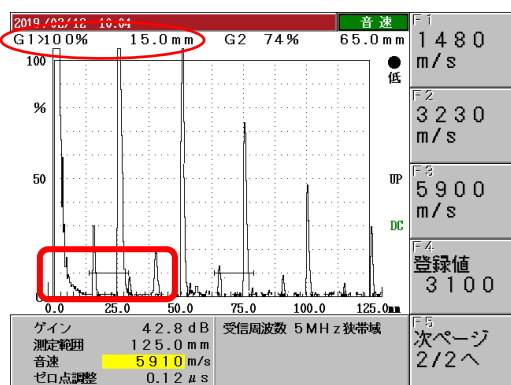
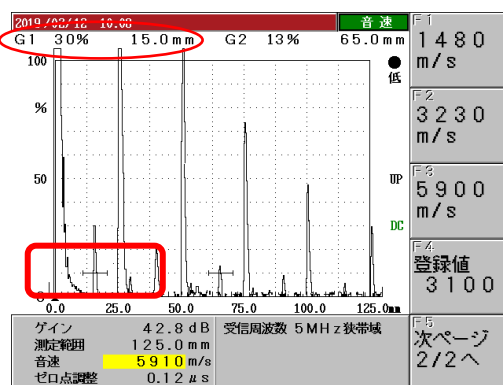

図 14 不適切なゲートの掛け方
図 15 適切なゲートの掛け方
- ② 図 14 では、1 回目のきずエコーと底面エコーの両方がゲートに掛かっているため、○で囲んだように、きずエコーのビーム路程は 15.0mm を表示し、エコー高さは底面エコーの値『>100%』を表示している。
- ③ ビーム路程とエコー高さを正確に求めるためには、目的とするエコー (この場合は 1 回目のきずエコー) のみにゲートを掛ける必要がある。図 15 は、1 回目のきずエコーのみにゲートが掛かっており、きずエコーのビーム路程は 15.0mm で、エコー高さは 30% と正しい値を表示している。
(図 14, 図 15 は STB-N1 の標準きずエコーを捉えた探傷図形を例に示している)